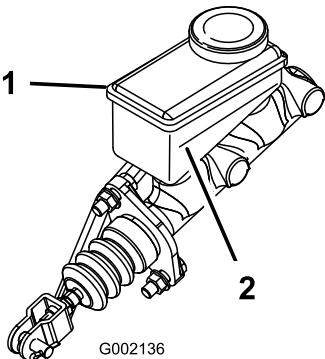

Figura 50
2. Guardate il fianco del serbatoio. L'olio deve superare la linea del minimo (Figura 50). Se il livello è basso, pulite attorno al tappo, rimovete il tappo e rabboccate fino a superare la linea del minimo. Non riempite troppo.